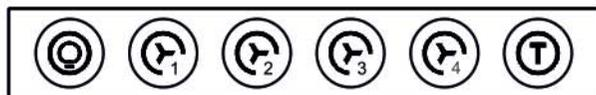

РИС. 7
7.3 Управление вытяжным зонтом « Врезной блок 60П-700-Э4Г » осуществляется электронным переключателем ККВ-4 с шестью кнопками (рис.7).